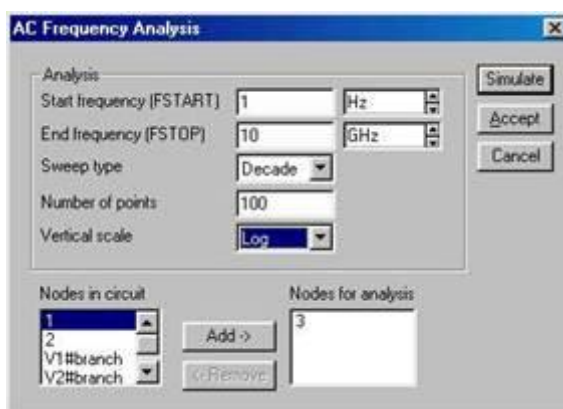

Рисунок 3.10 - Выбран 3-й узел.
3. Произведите необходимые установки в открывшемся диалоговом окне рис. 3.10 (не забудьте указать анализируемый узел).